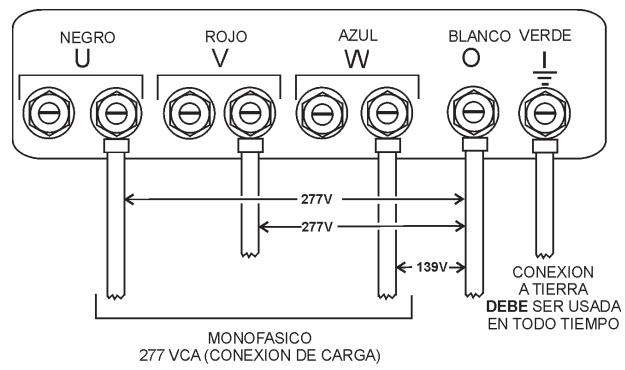

Figura 28. Contactos de la terminales UVWO conexiones 1Ø-277V
- Conecte los cables de carga a las terminales UVWO como se muestra en la Figura 28.